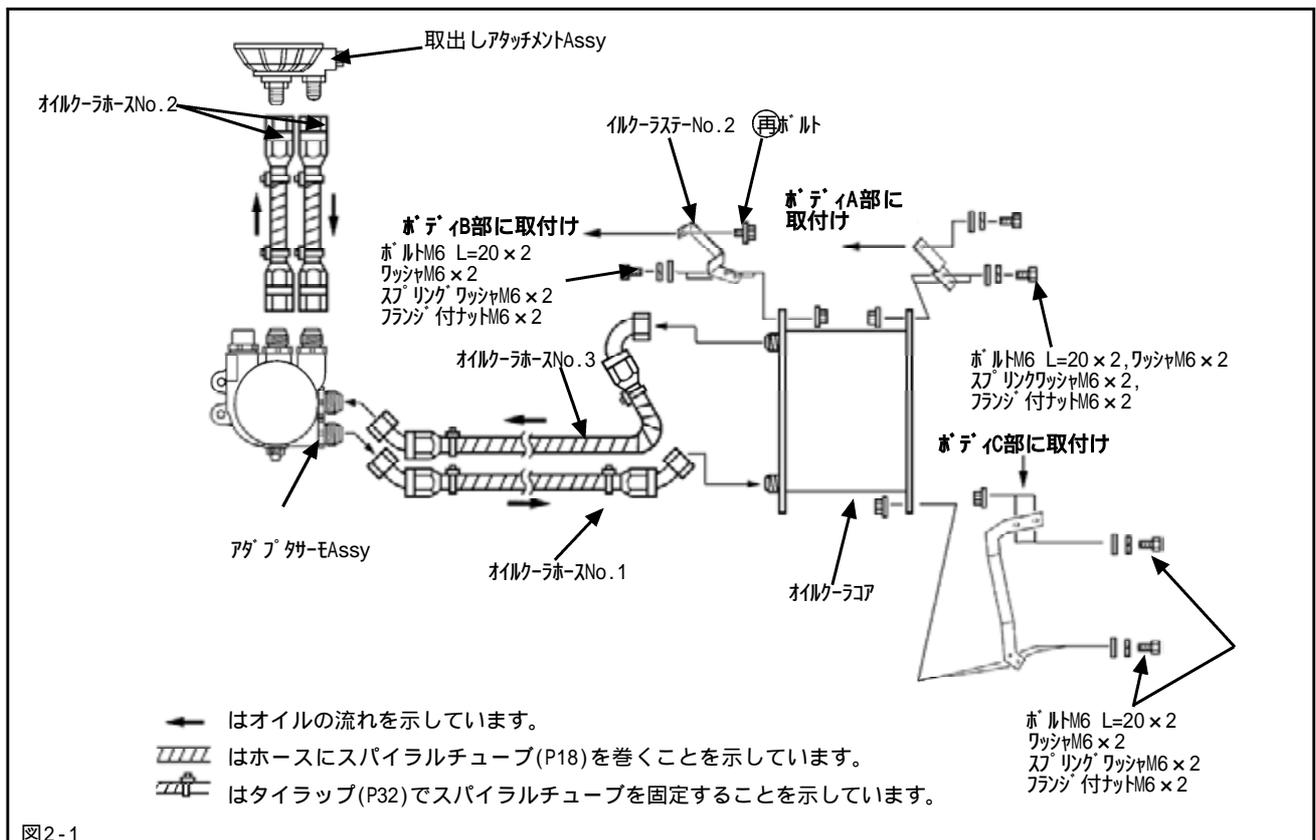
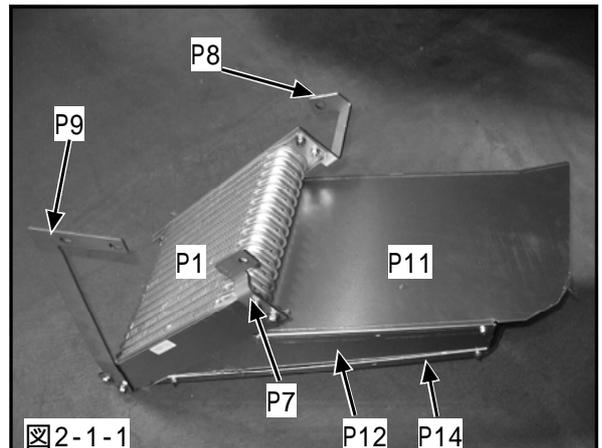
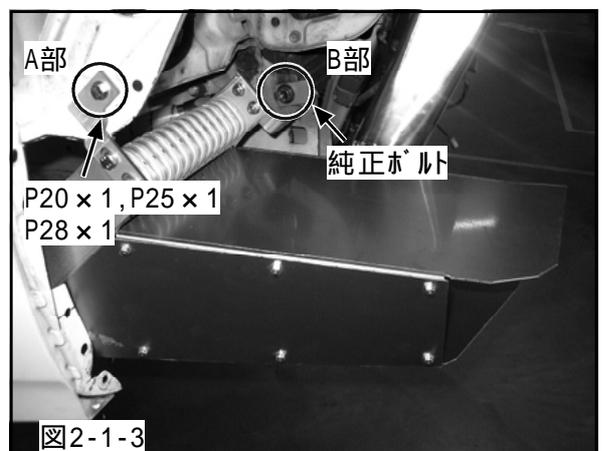
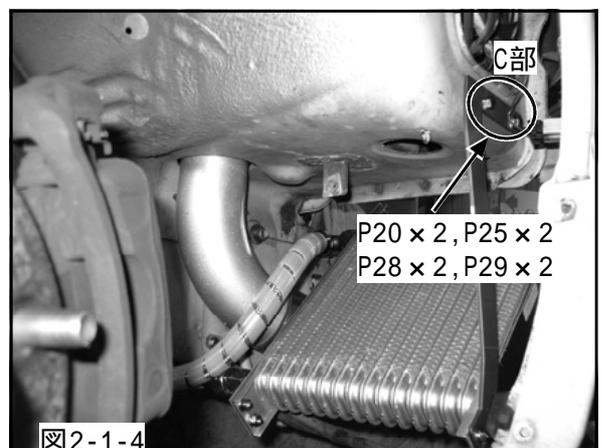

図2-1
図2-1-1
図2-1-3
図2-1-4
(1) エアガイド 1~4を組立ててください。(図2-1-1)
(図2-1, 図2-1-1)
(3) オイルクーラステー 1をボディのA部に仮付けしてください。(図2-1, 図2-1-3)
(4) オイルクーラステー 2をボディのB部に仮付けしてください。(図2-1, 図2-1-3)
(5) オイルクーラステー 3をボディのC部に仮付けしてください。(図2-1, 図2-1-4)
(2) (1) で 25cm に切断したスパイラルチューブ (P18) をオイルクーラホース 2 に、25cm に切断したスパイラルチューブ (P18) をオイルクーラホース 1 に、55cm に切断したスパイラルチューブ (P18) をオイルクーラホース 3 に巻付け、両端をタイラップ (中) で固定してください。 (図 2-1)